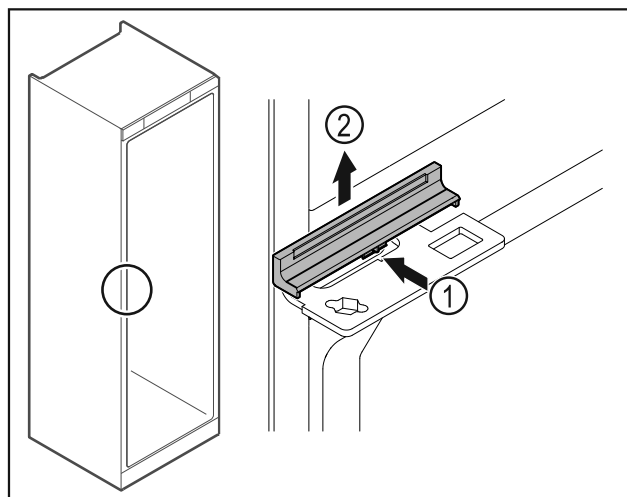

Fig. 42
- ▶ Lagano pritisnite poklopac Fig. 42 (1) na sredini i skinite ga prema gore Fig. 42 (2).